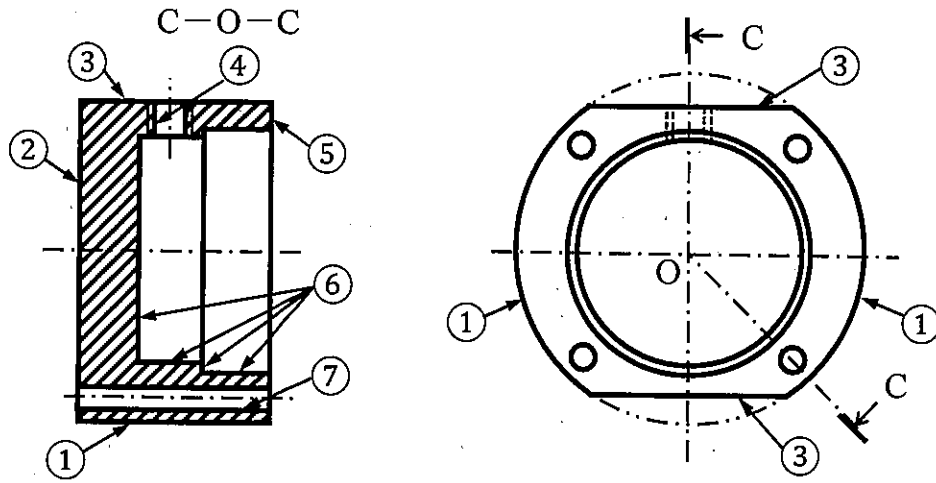

図 3-7
(3) 図 3-7 に示すようなシリンダカバーを、JIS S45C (ISO C45) で製作したい。以下の設問に答えよ。